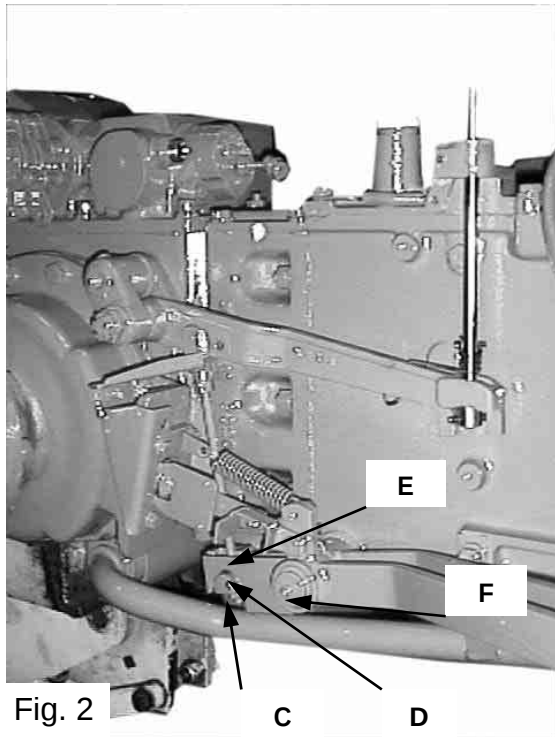

Fig. 2
- agir sur l'écrou C fig.2, jusqu'à placer le bloc D légèrement en contact du levier E.